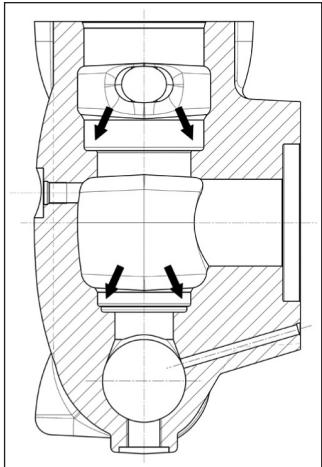

图 98
! 重新安装阀组前, 应彻底清洁和干燥泵头里的相应底座, 如箭头所示(①, 图 98)。